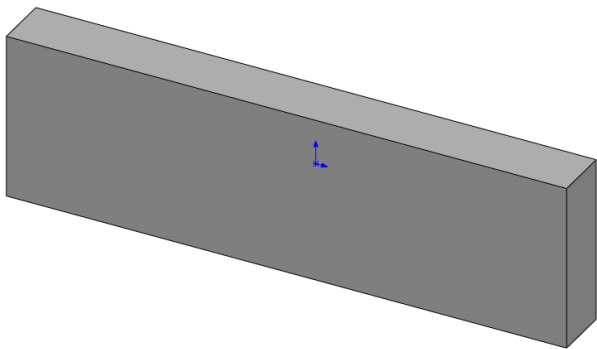

图 14-37 创建拉伸凸台特征
(3) 退出草图绘制环境，在【特征】选项卡中，单击【拉伸凸台/基体】按钮，选择新绘制的草图，弹出【凸台-拉伸】属性管理器，设置【深度】为 17，单击【确定】按钮，即可创建拉伸凸台特征，效果如图 14-37 所示。